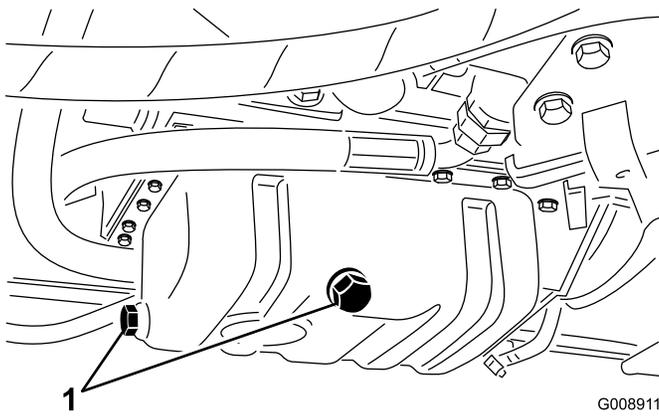

図 64
1. ドレンプラグのどちらか一方(図 64)を外してオイルを容器に受け、オイルの流出がおわったらプラグを元通りに取り付ける。